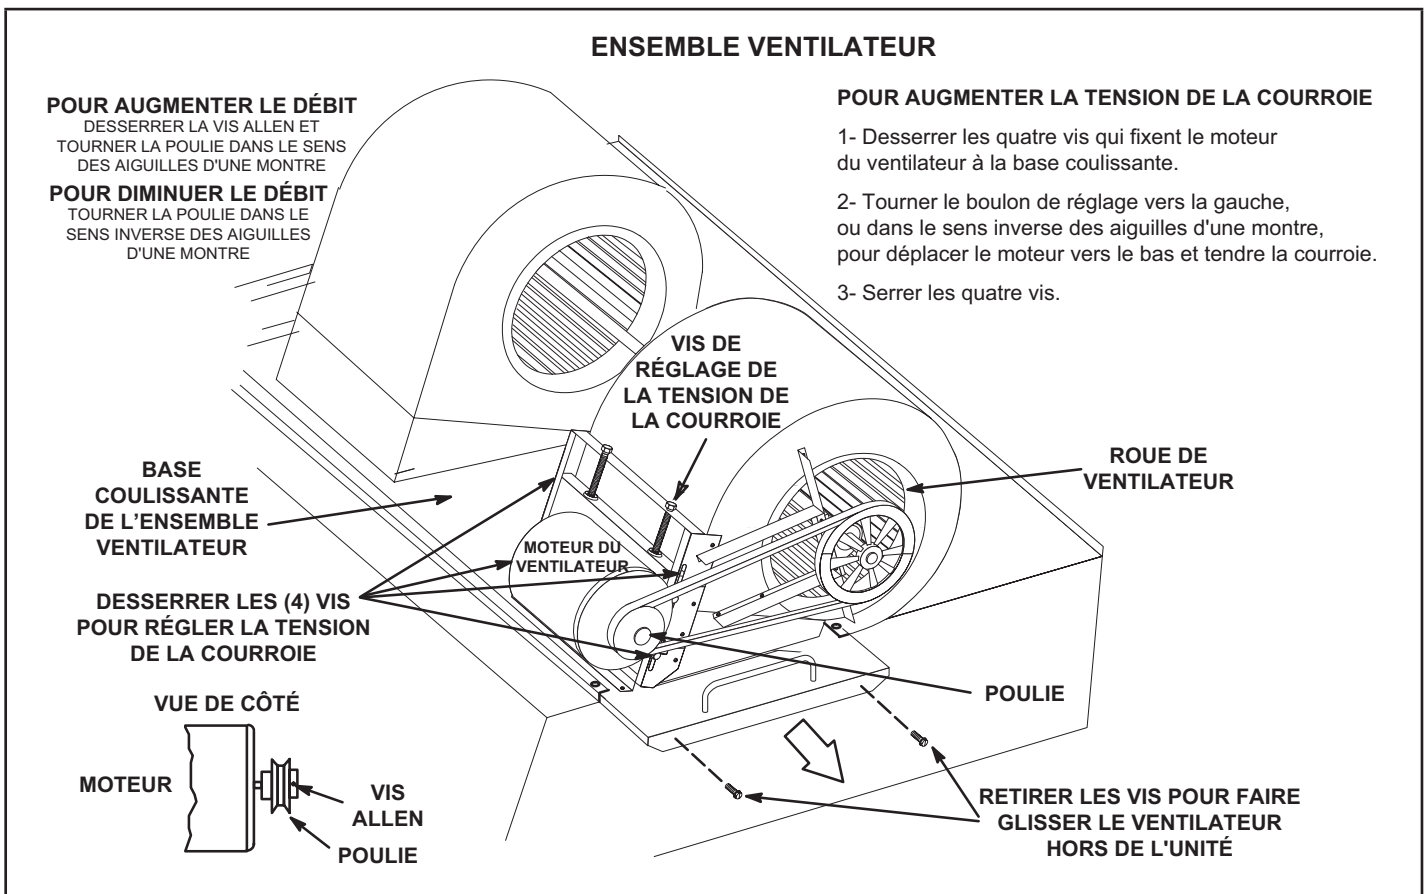

FIGURE 21
- 2- Retirer les vis situées de chaque côté de la base coulissante de l'ensemble ventilateur. Voir FIGURE 21.
- 4- La vitesse du ventilateur peut être réglée au niveau de la poulie du moteur. Desserrer la vis Allen et tourner la poulie réglable dans le sens des aiguilles d'une montre pour augmenter le débit. Tourner dans le sens inverse des aiguilles d'une montre pour diminuer le débit. Voir FIGURE 21. Ne pas dépasser les nombres minimum et maximum de tours de poulie indiqués au TABLEAU 4.
- 1 - Desserrer les quatre vis qui fixent le moteur du ventilateur à la base coulissante. Voir FIGURE 21.